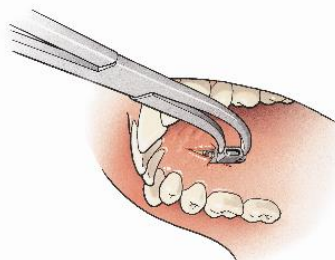
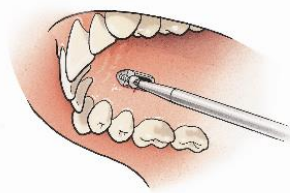

Fig 3
Fig 4
Inserte el primer tornillo autoperforante monocortical de 7 mm y 2,0 mm de diámetro (Ref. 70-707S), sólo hasta la mitad de la profundidad con el inserto interno del destornillador pentagonal (Ref. 99-909S) montado en su pieza de mano (Ref. 99-901A) (Fig 4). Inserte también el segundo tornillo de 7 mm sólo hasta la mitad de la profundidad.
Las placas pilares (Ref.03-800A) se colocan subperiósticas, sobre la superficie ósea (Fig 3). Se debe tener cuidado de colocar las placas lo suficientemente altas, horizontales y opuestas entre sí. Tenga en cuenta que las placas pilares están marcadas a la izquierda (L) y a la derecha (R). Las placas se fijan con tornillos autoperforantes monocorticales de 7 mm y 2,0 mm de diámetro (Ref.70-707S) (Fig 4).